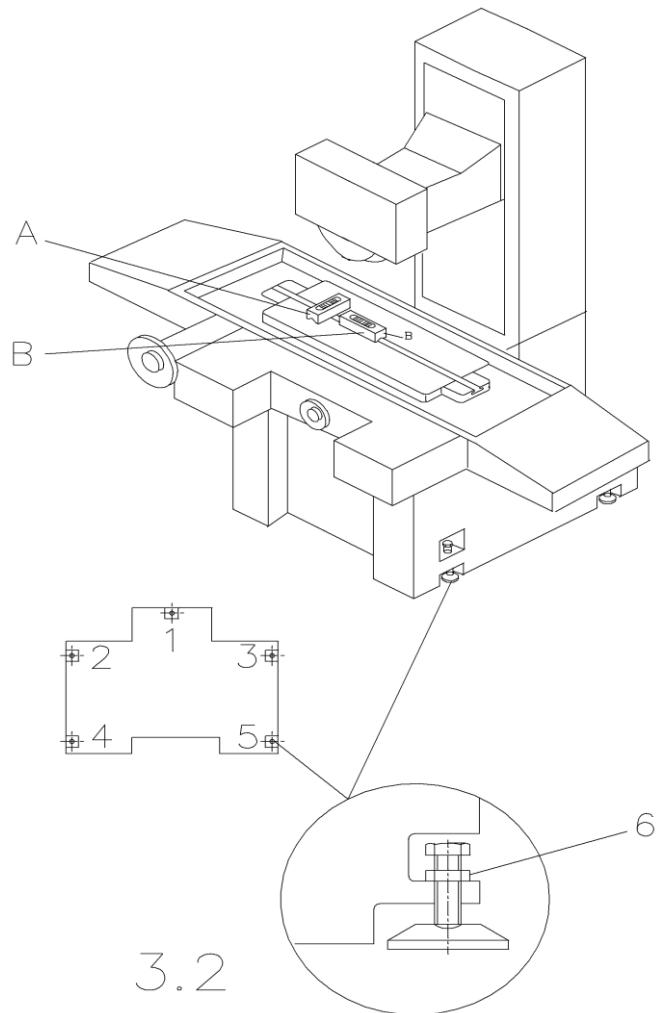

Рис.4.5
- (1): На Рис.4.5 показана схема проверки. Убедитесь, что стол станка находится в среднем положении. Поместите точный уровень на столе станка, в двух взаимно перпендикулярных положениях, сначала в поперечном (A), затем в продольном (B).
- (2): Проверьте выполнение пункта 4.4.2 инструкции, отрегулируйте винты № 4,5, так, чтобы пузырь датчика уровня (B) оказался в центре, затем отрегулируйте винт №1, так, чтобы пузырь датчика уровня (A) оказался в центре уровня.
- (3): Зафиксируйте положение винтов №1,4,5 контргайками №6.
- (4): Вверните крепежные винты № 2,3. Удостоверьтесь, что они коснулись выравнивающих блоков, и пузырь датчика уровня на станке не перемещается, затем вворачивайте гайку № 6.
- (5): Вращайте маховик продольного перемещения, отведите стол в крайние положения влево и вправо, проверьте, что